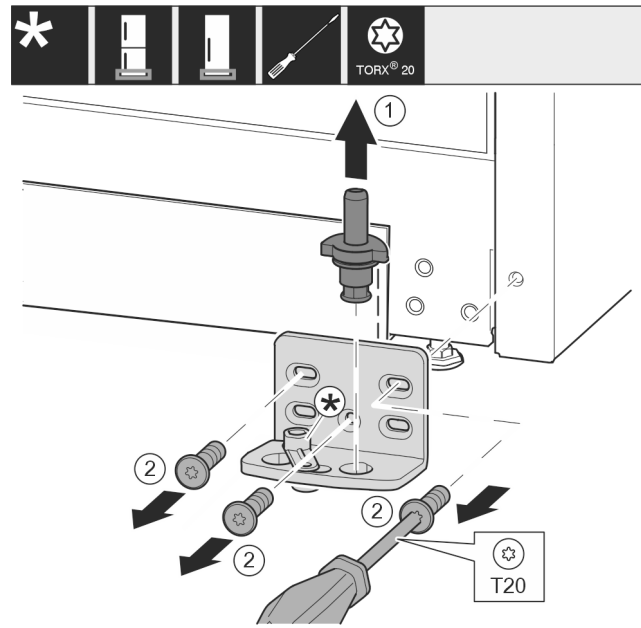

Fig. 12
- ▶ Træk lejebolten Fig. 12 (1) helt op.
- ▶ Skru skruerne Fig. 12 (2) ud med en skruetrækker, og tag hængslet af.